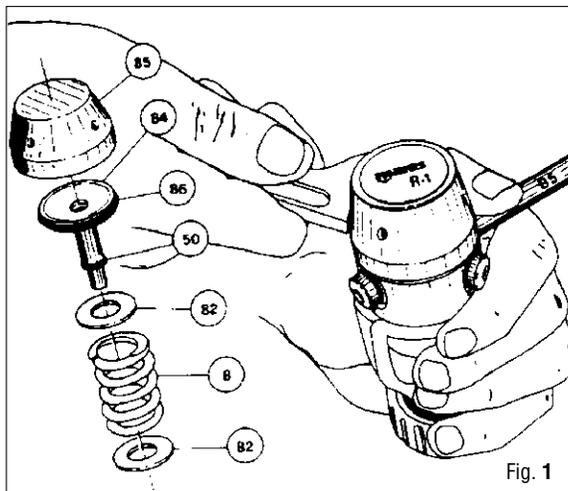
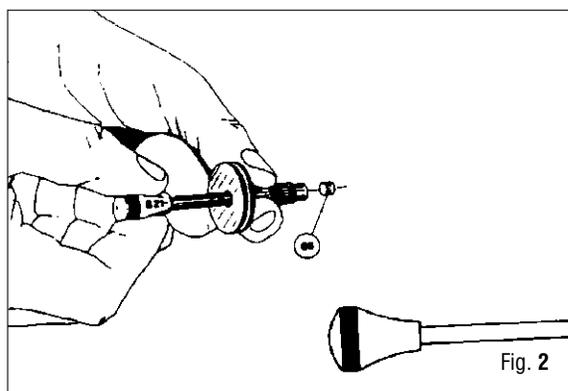

Fig. 1
Fig. 2
4. Quitar el casco, el pistón completo (84+86+50). (Fig. 1)
5. Desmontar del pistón (84) los O Rings (86) y (50).
6. Con la herramienta especial (B-21) desmontar la pastilla (88). (Fig. 2)
7. Destornillar el hexágono de bloqueo de la brida (7) con la llave especial (B-1) y quitar la brida (3) con el mando (25).